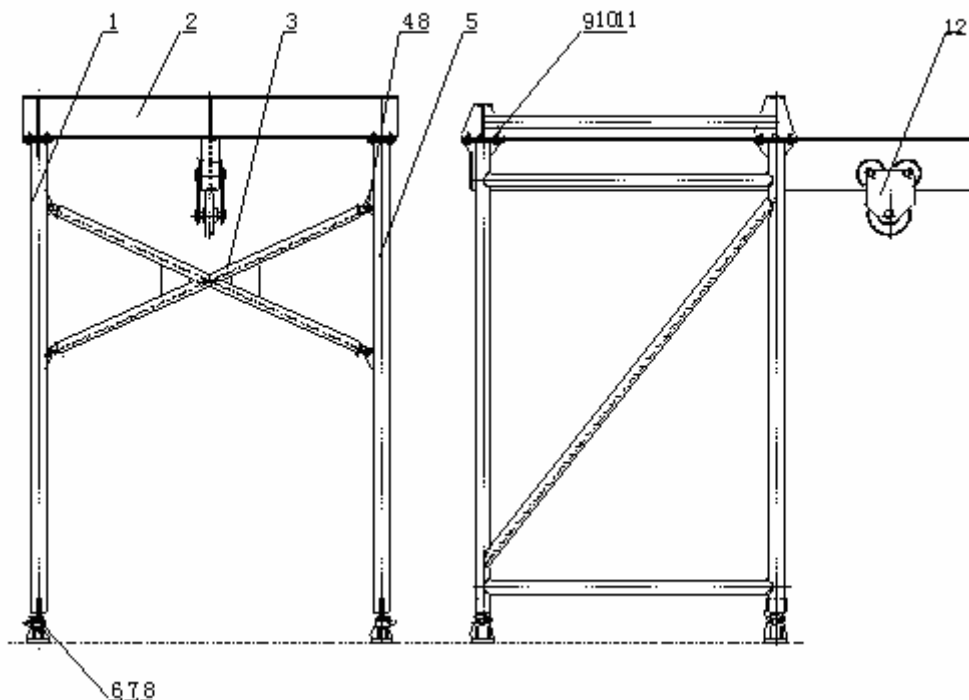

图 3 桁架式天车起重架
2) 桁架天车起重架最大起重量为 49kN(5tf) 结构见图 3